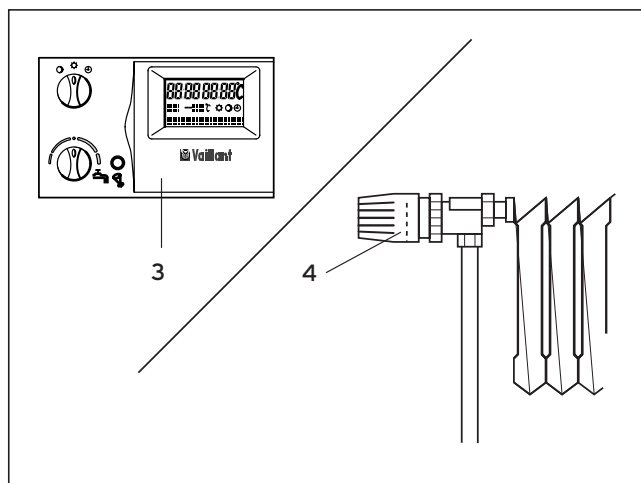

Fig. 3.8: Impostazione termostato ambiente/centralina
3.4.2 Impostazione del termostato ambiente o della centralina di termoregolazione (Fig. 3.8)
- Impostare il termostato ambiente (3, accessorio), la centralina e le valvole termostatiche del radiatore (4) in base alle istruzioni corrispondenti.